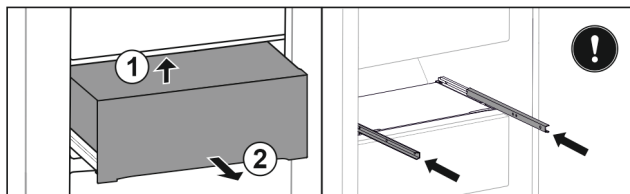

Fig. 29 *
- ▶ Emelje meg alulról a fiók hátulját Fig. 29 (1).*
- ▶ Vegye ki előrefelé Fig. 29 (2).*